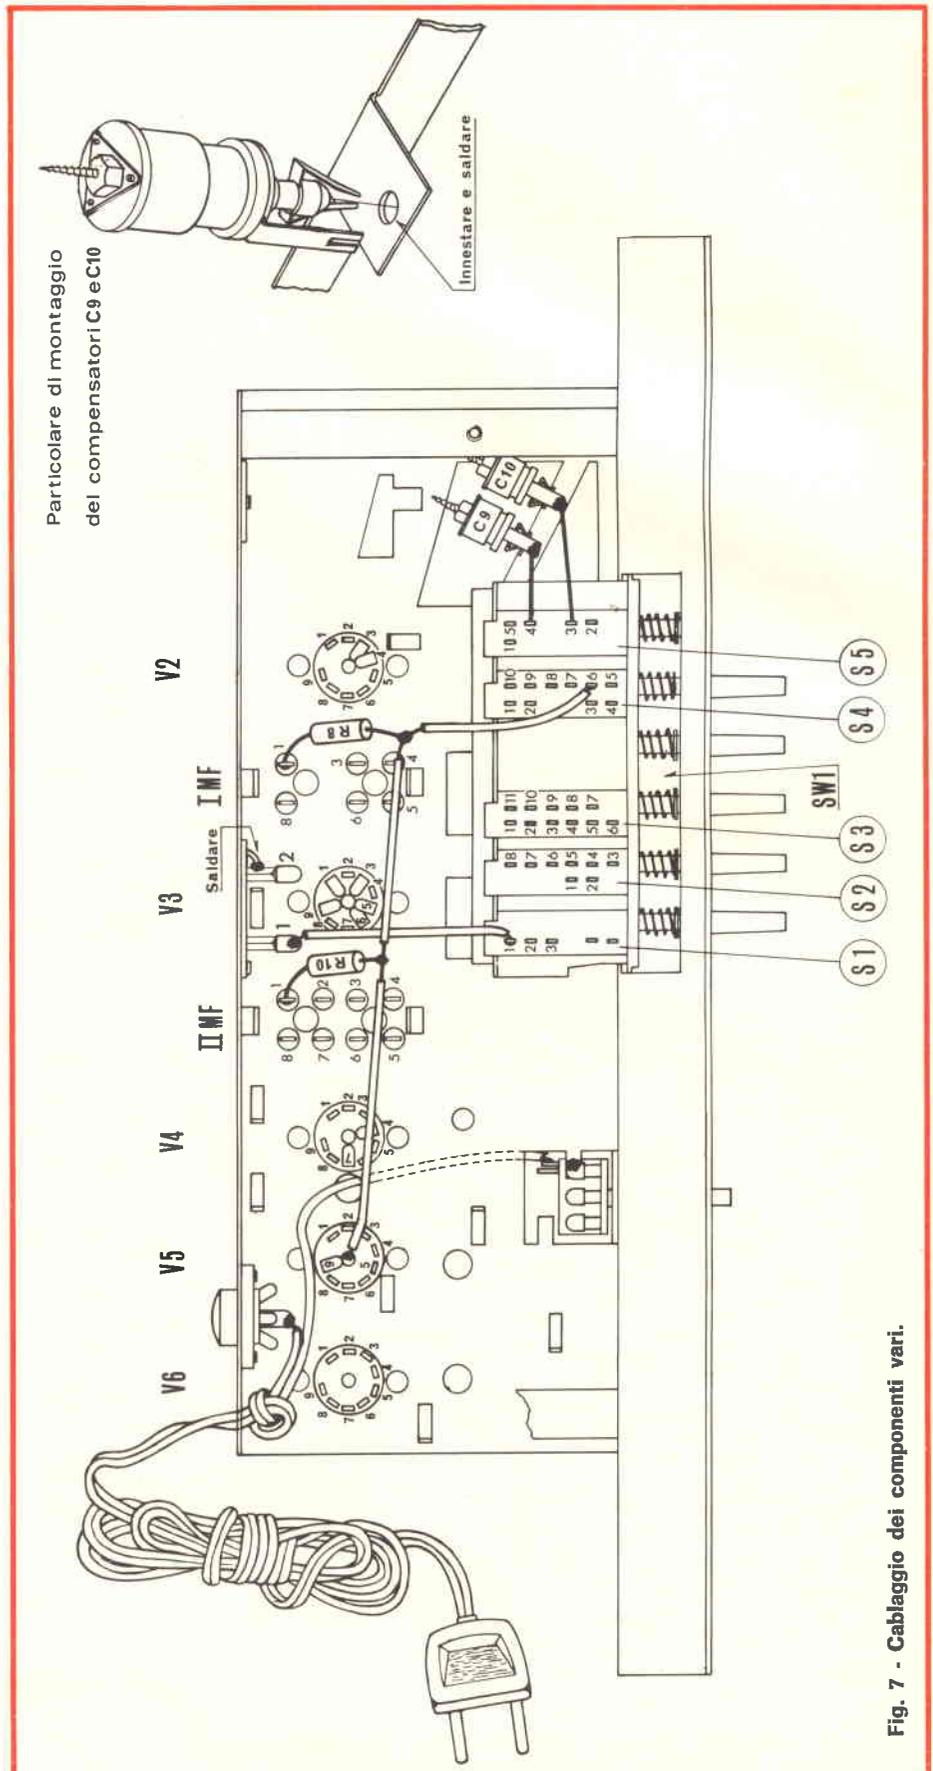

Fig. 7 - Cablaggio dei componenti vari.
**V FASE - Montaggio dei componenti vari - fig. 7**
- Collegare il contatto centrale dello zoccolo di V5 al terminale 6, settore S4 del commutatore SW1, mediante uno spezzone di filo rigido nudo del  $\varnothing$  di 1 mm e della lunghezza di cm 22 dopo averlo sagomato e isolato con del tubetto come è indicato in fig. 7.